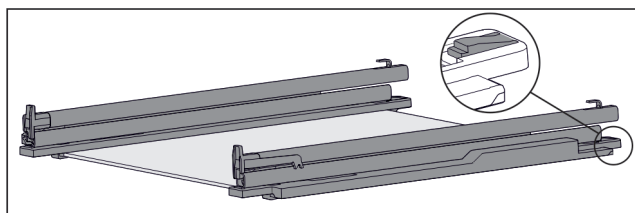

Fig. 132 Ripiano in vetro con guide e fermi
- Premere il fermo sul lato posteriore (vedere Fig. 132) e allo stesso tempo spingere la guida all'indietro.